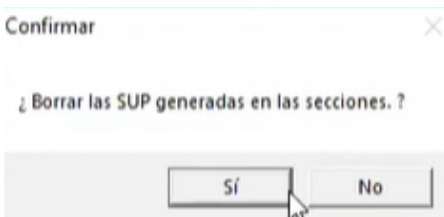

Figura 489. Eliminar secciones.
62. Cerrar la ventana de “Cálculo de volumen” y en la ventana emergente presionar el botón “Sí” para eliminar las secciones generadas en el cálculo. Figura 489.